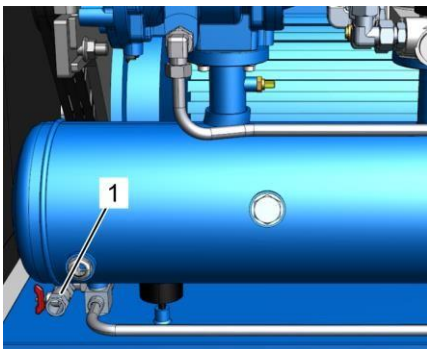

Рис. 34: Отверстие для слива охлаждающей жидкости
5. Осторожно откройте отверстие для слива охлаждающей жидкости (Рис. 34/1) и проверьте вытекающую жидкость.
7. Закройте отверстие для слива охлаждающей жидкости (Рис. 34/1) ☞ Приложение В «Моменты затяжки винтов» на странице 119.